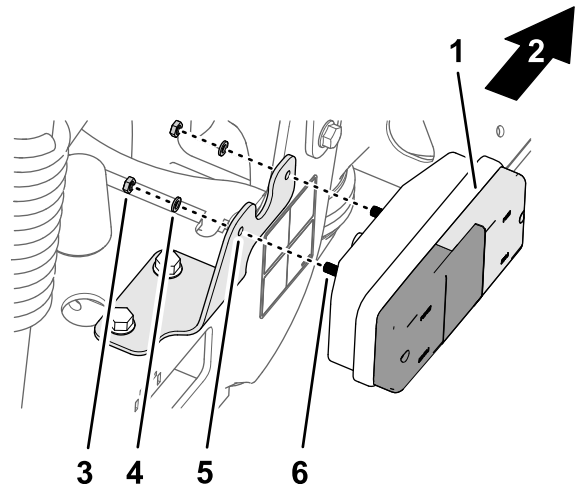

Bild 58
2. Montieren Sie das Rücklicht mit zwei Sicherungsscheiben und zwei Muttern (5 mm) an der Rücklichthalterung (Bild 58).